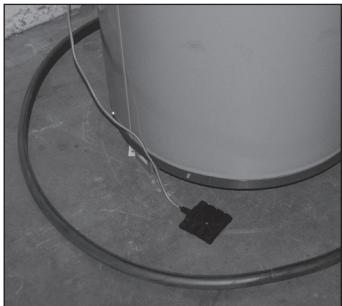

Figura 4
4. Instalar la almohadilla de detección de agua debajo del calentador de agua con la placa de circuito verde hacia abajo. La Almohadilla de detección debe estar en posición horizontal sobre el piso o en una bandeja de drenaje. Direccional el cable conector a la unidad de control e insertar el conector entrelazado en la placa de circuito. **Figura 4**